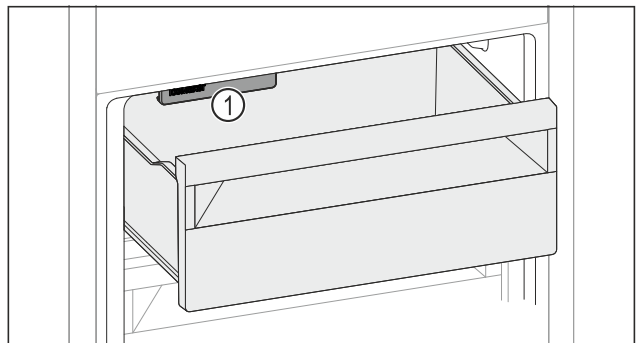

Fig. 235
- Tenez compte de l'IceMaker Fig. 235 (1).